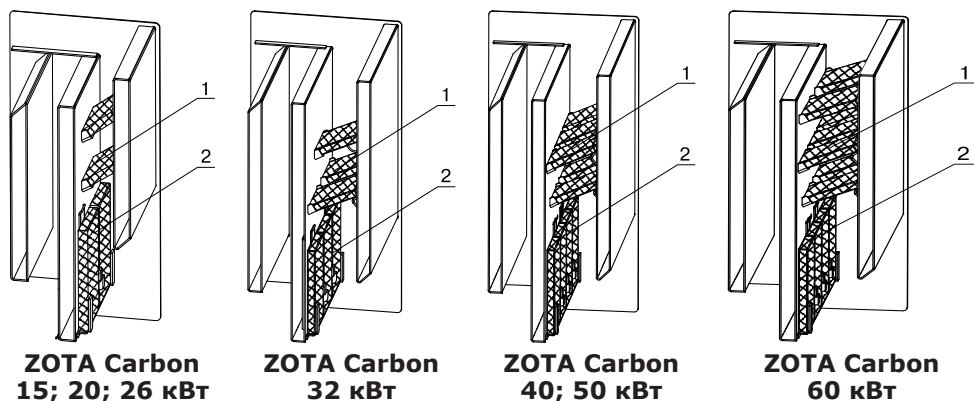

Рис.2 Схема установки шамотных кирпичей
5.9. Установка шамотных кирпичей для каждой модели котла показана на Рис.2 и производится в следующем порядке:
- Установите в вертикальное положение шамотные кирпичи поз.2 вдоль стенки перегородки до упора, после установите шамотные кирпичи (Рис.2, поз.1) так что бы один край кирпича лежал на скобе а второй опирался на уголок (количество и габариты шамотных кирпичей для каждой модели котла указаны в таблице 2).